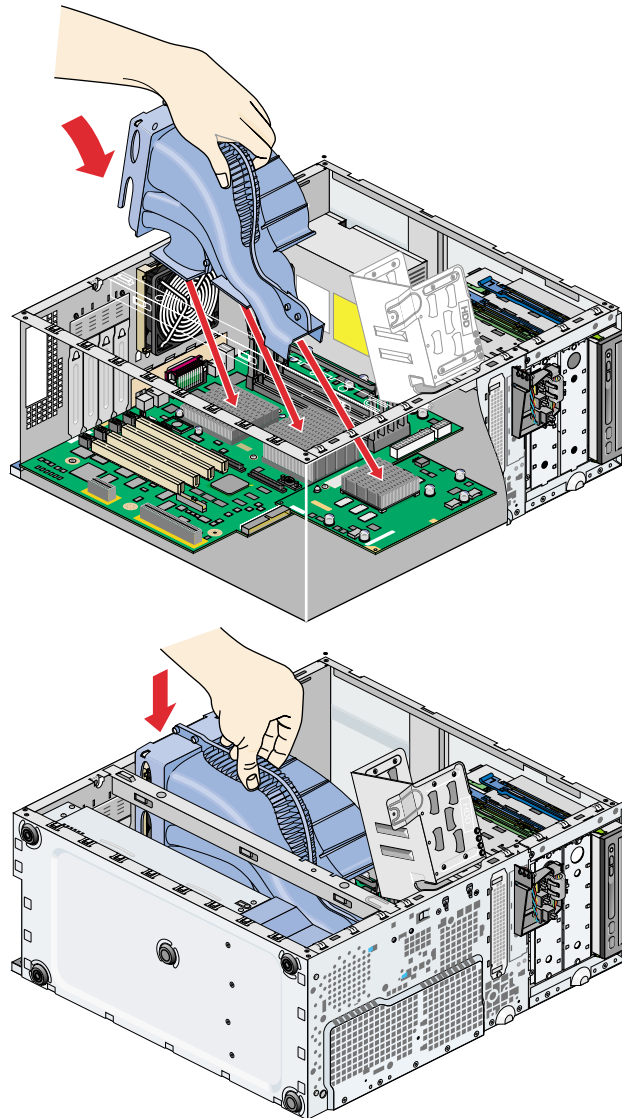

Abbildung 4-34 Einbauen des Austausch-Strömungskanal
5. Vergewissern Sie sich, dass der Kanal korrekt auf den Kühlkörpern und seine Hinterkante korrekt über der Oberkante des Abluftlüfters sitzt. Siehe Abbildung 4-34.